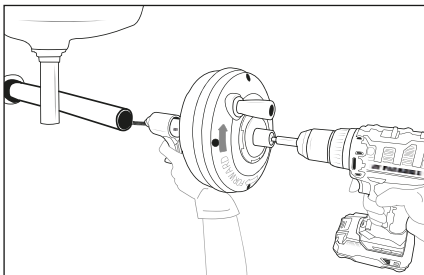

Abb. 3
- 8) Überprüfen Sie, ob das Gerät im Abstand von höchstens 10 cm zur Abflussöffnung gehalten werden kann. Ein größerer Abstand zur Abflussöffnung erhöht das Risiko, dass die Spirale 8 sich verdreht oder knickt. Sollte der Abstand größer sein, muss die Abflussöffnung mit Rohren und Anschlüssen gleicher Größe verlängert werden, sodass das Gerät maximal 10 cm vor der Abflussöffnung platziert werden kann (siehe Abb. 3). Wenn die Spirale 8 unzureichend abgestützt wird, kann sie knicken, sich verdrehen und beschädigt werden oder den Bediener verletzen.
- 7) Drehen Sie die Trommel **2** im Uhrzeigersinn (sichtbar am Pfeil auf der Rückseite der Trommel **2**, siehe Abb. 3) und drücken Sie den Auslöser **6**. Durch die Betätigung des Auslösers **6** wird die Spirale **8** in den Abfluss geführt. Sie können die Spirale **8** auch schnell vorschieben und zurückziehen, indem Sie sie von Hand aus der Trommel **2** ziehen bzw. hineinschieben.